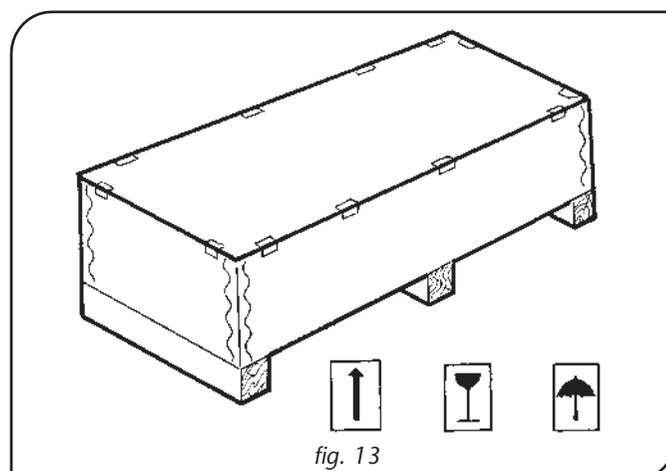

fig. 13
- Dans certains cas, le palan DRH et les chariots associés sont mis dans une caisse ou une cage en bois avec apposition de symboles et de pictogrammes donnant des informations importantes sur la manipulation et le transport (figure 13).